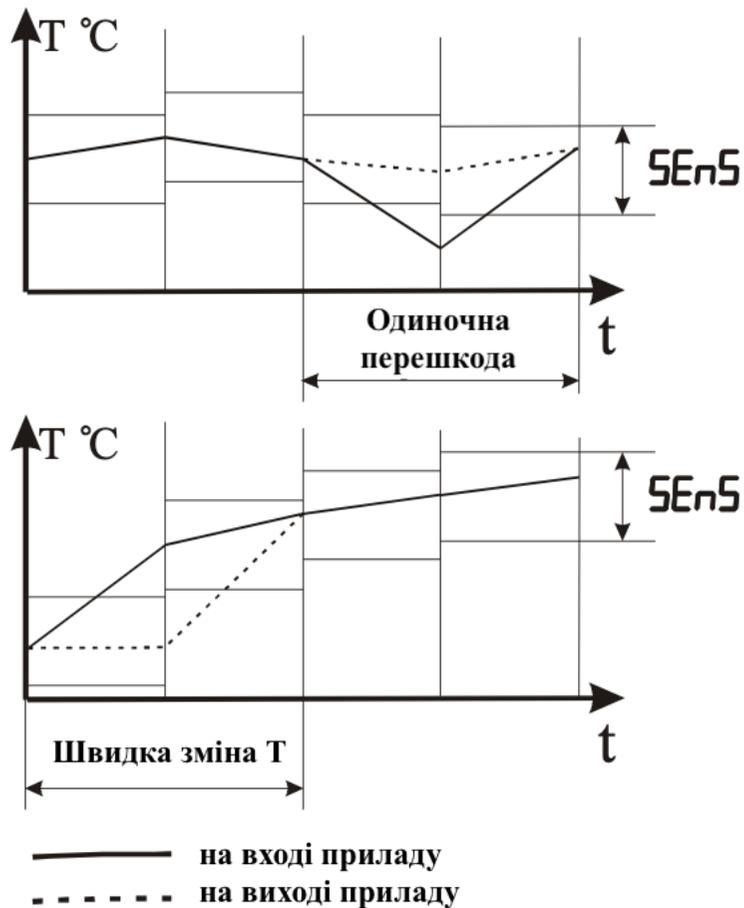

Рисунок 3.2 – Робота фільтра під впливом випадкових перешкод і різких змін сигналу
3.3.3.4 З метою зменшення впливу випадкових імпульсних перешкод на показання в прилад введена цифрова фільтрація. Робота фільтра описується параметром «Смуга фільтра». Якщо поточне значення температури відрізняється від результатів попереднього вимірювання на величину, яка перевищує значення, зазначене в параметрі «Смуга фільтра», то температура вимірюється повторно, а на індикаторі залишається старе значення (див. рисунок 3.2).